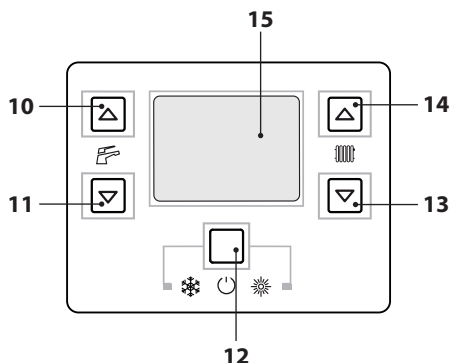

Рисунок 6.5
- Нажать и удерживать в течение 2 секунд кнопку 12, пока на дисплее не появятся символы  и , см. Рисунок 6.5.
- Выключить котел, нажав и удерживая в течение 2 секунд кнопку 12 (Рисунок 6.5), пока на дисплее не появится символ  (последовательно загорающиеся тире, символизирующие движение) (Рисунок 6.4).